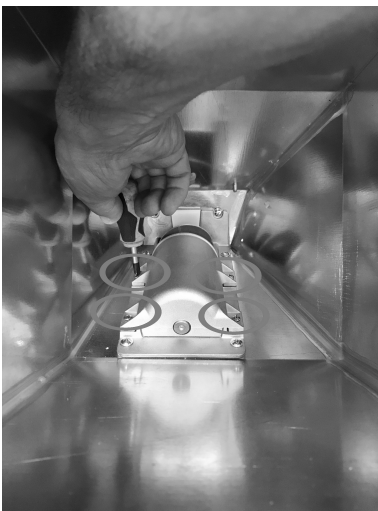

Fig. 27 - Verwijdering van de schroeven
- Langs het reservoir de 4 schroeven van het omhulsel van de transportschroef losdraaien (zie **Fig. 27**).